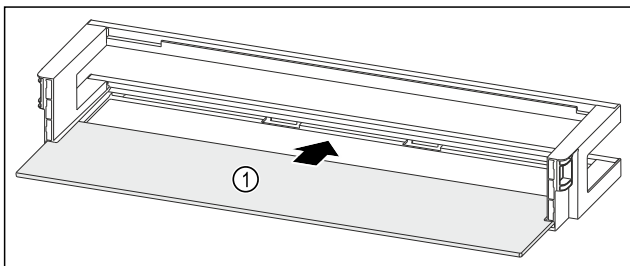

Fig. 204 Türabsteller mit Abstellfläche
- ▶ Abstellfläche Fig. 204 (1) in die seitlichen Aussparungen einschieben.